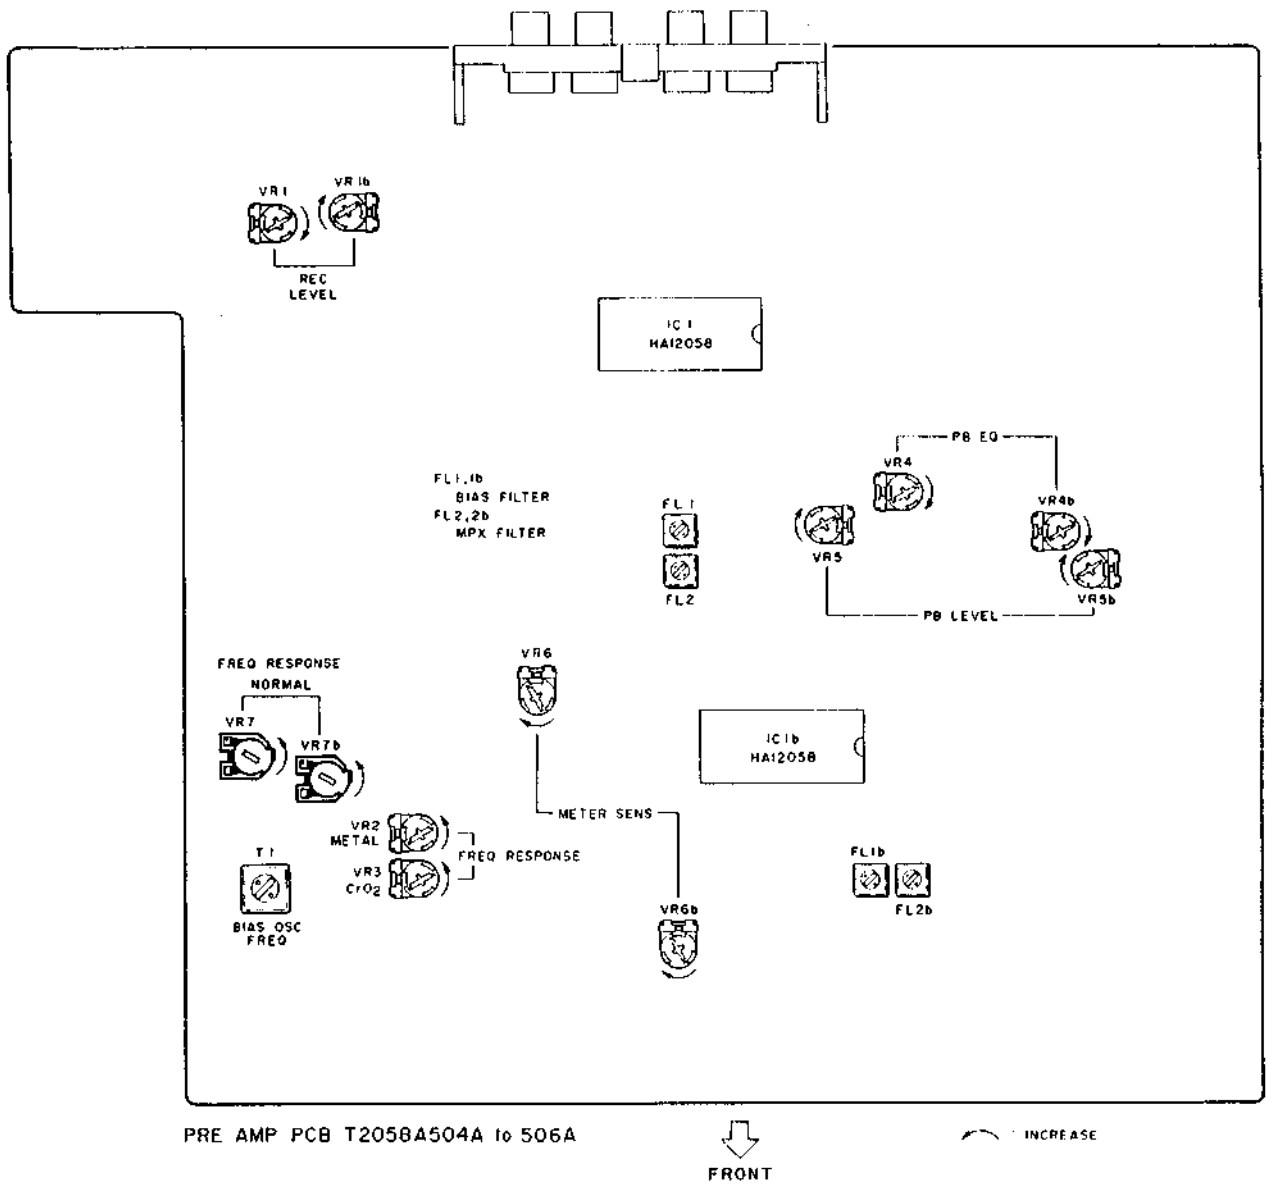

Abb. 7-3 GX-R66 Abgleichpunkte an der Vorverstärker-Leiterplatte
4. Für weitere Einstellungen siehe Abbildung 7-3.